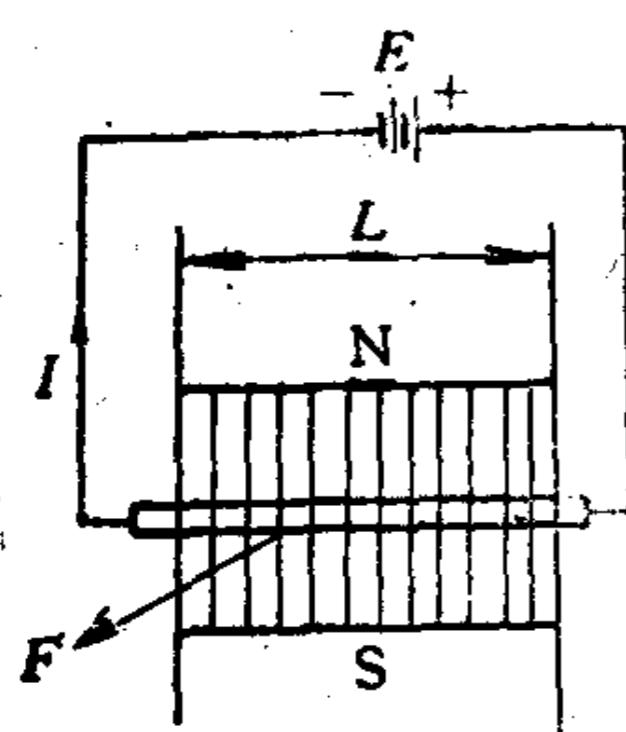

图 1-5 通电导线在磁场中受力情况
(1) 磁感应强度 B 又称磁通密度。它是描述磁场中各点磁场强弱和方向的一个物理量;图 1-5 为通有电流 I 、长度为 L 的导线,置于垂直磁场中受电磁力 F 作用的情况。电磁力的大小反映了磁场的磁性强弱。下式表示磁场中该点的磁感应强度 B 的定义: